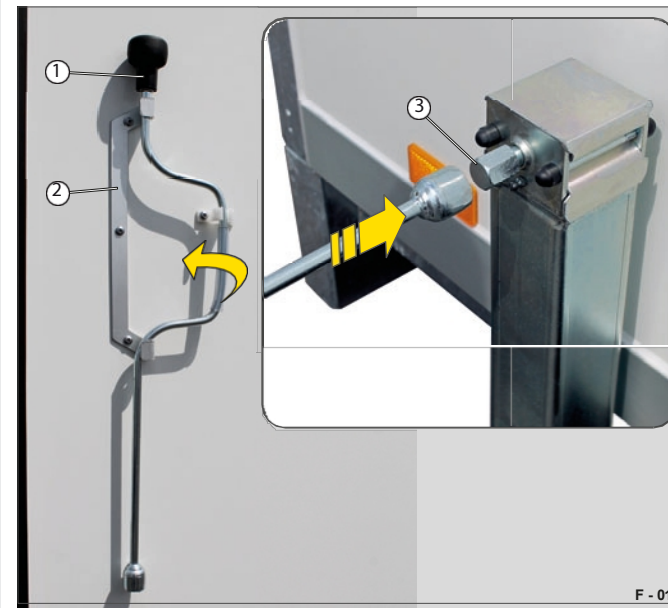

Fig. 13 Fjerning av veivhåndtaket
► Fjern sveiven (fig. 13/1) fra braketten (fig. 13/2) på den innvendige døren på bakportalen.